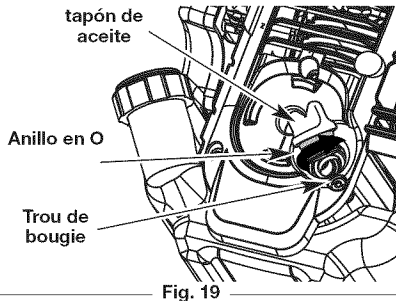

Fig. 19
5. Mientras sujeta la llave tipo "Allen" en el orificio del husillo, apriete la tuerca girando la llave hacia la derecha hasta que quede apretada (Fig. 19).
**NOTA:** Verifique que el anillo en O esté en su lugar en el tapón de aceite cuando mida y cambie el aceite (Fig. 19).